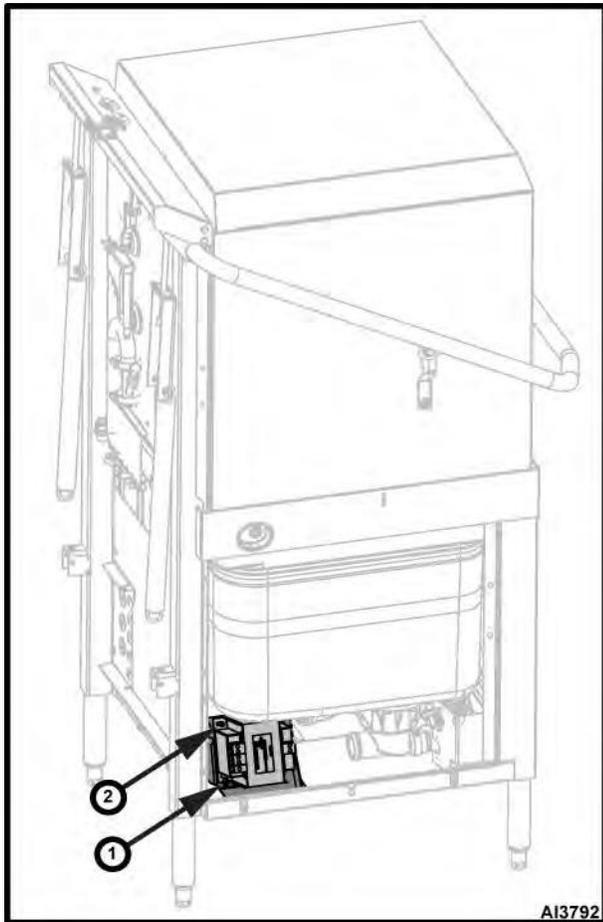

Fig. 72
3. Quite el tornillo del transformador (1, Fig. 72), luego deslice el pasador fuera del transformador (2, Fig. 72).